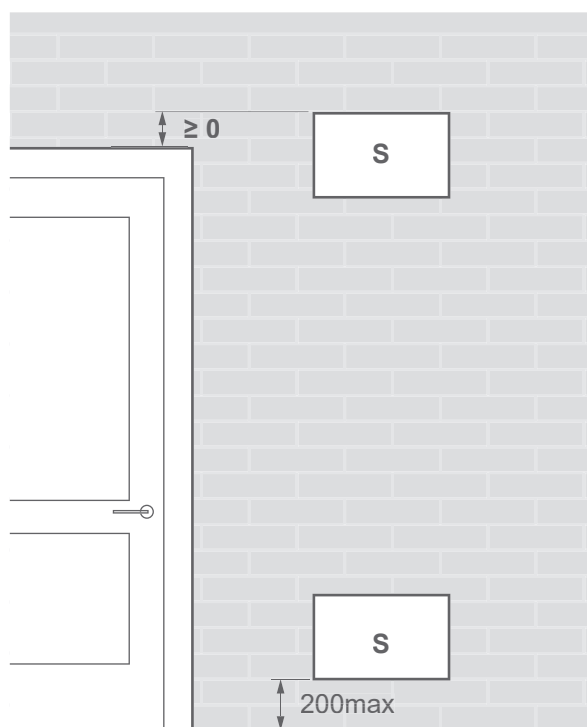

fig. 21 - Plaats van ventilatieopeningen
- De ruimte beschikt over natuurlijke ventilatie naar een andere ruimte waarvan de som van de volumes van de twee ruimtes groter is dan "koudemiddel" (in kg) / 0,3 kg/m³. De ventilatieopeningen tussen de twee delen worden geleverd door openingen van ten minste: Zie fig. 22 en fig. 21.